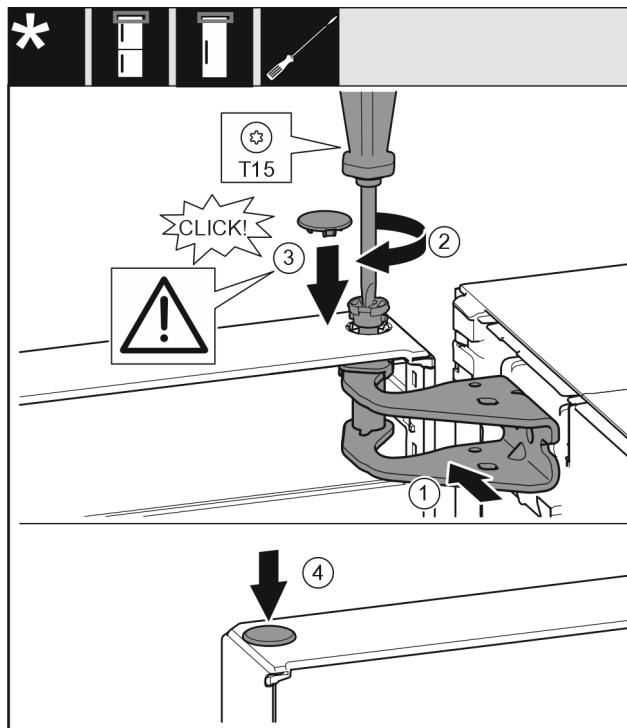

Fig. 21
- ▶ 将冰箱门的上方对准托架 Fig. 21 (1)中的开口。
- ▶ 放入螺栓 Fig. 21 (2)并用螺丝刀拧紧。
- ▶ 装入盖板 Fig. 21 (3)。
- ▶ 检查盖板 Fig. 21 (3)是否紧贴在冰箱门上。
- ▶ 装入盖板 Fig. 21 (4)。